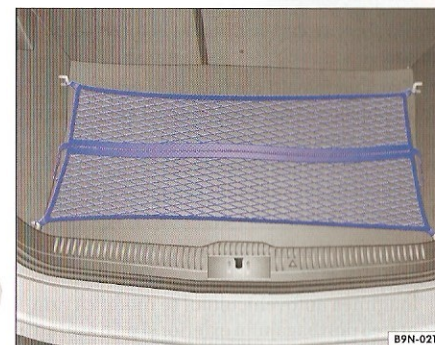

Fig. 67 Plasa în stare montată.
- Prindeți plasa în cele patru inele de prindere ⇒ fig. 67. Fermoarul plasei trebuie să fie îndreptat în sus.